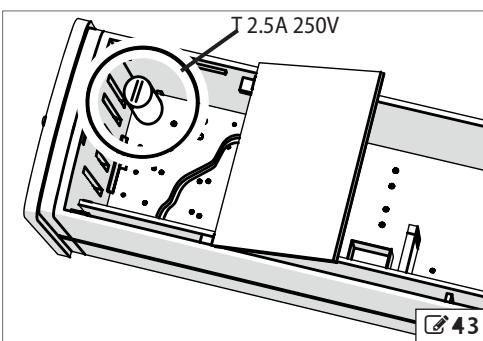

fig. 43
5. Remplacer le fusible T2.5A 250V (fig. 43).